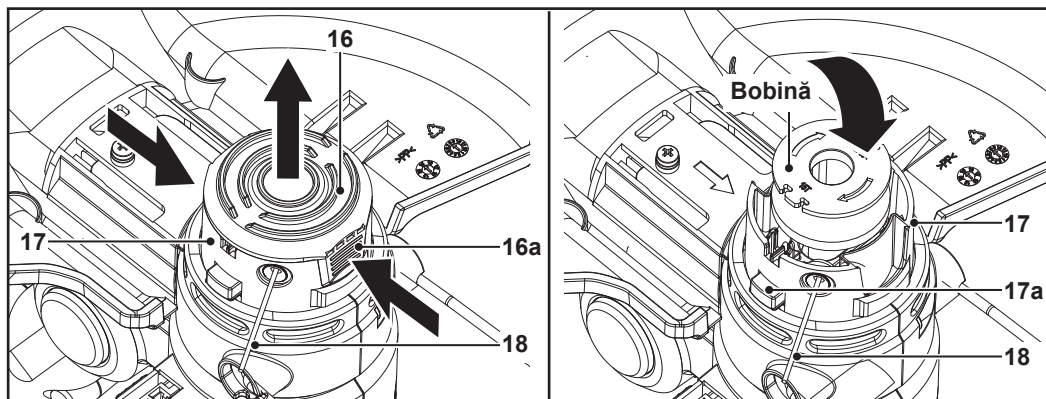
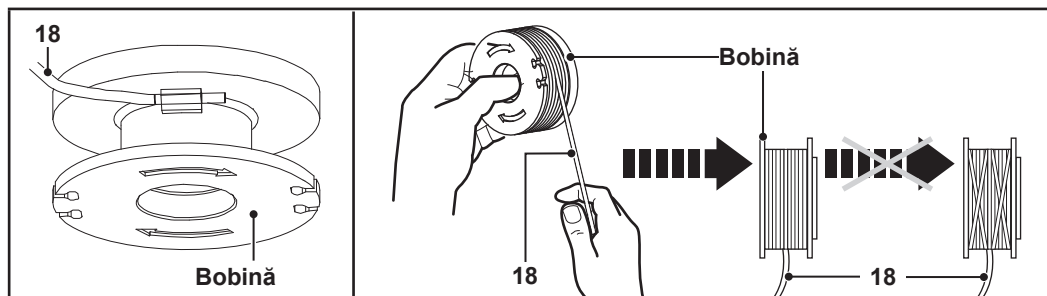

Fig. 11
Fig. 12
1. Scoate acumulatorul (19).
2. Deschide carcasa bobinei (17): Apasă simultan pe cele două cleme de eliberare (16a) ale capacului bobinei (16) (fig. 11). Poți folosi o unealtă (de exemplu, o șurubelniță) ca să ridici capacul bobinei.
3. Scoate capacul bobinei (16) (fig. 11).
5. Dirijează în exterior capătul firului de tăiere (18) al bobinei noi prin fanta din carcasa bobinei (17). Trage circa 15 cm de fir de tăiere în exteriorul carcasei.
6. Introdu bobina nouă în carcasă (17) (fig. 11).
7. Pune capacul (16) înapoi pe carcasa bobinei (17). Asigură-te că cele două cleme de eliberare (16a) ale capacului se angajează în locașurile carcasei.
5. Aruncă resturile de fir (18) de pe bobină.
6. Curăță bobina și carcasa (17).
7. Taie un fir nou (18) lung de 4 m cu diametrul de 1,6 mm.
8. Dirijează un capăt al noului fir de tăiere (18) prin micile orificii de pe bobină în direcția săgeților (fig. 12).
9. Rulează strâns tot firul (18) în jurul bobinei în direcția săgeților de pe aceasta (fig. 12).